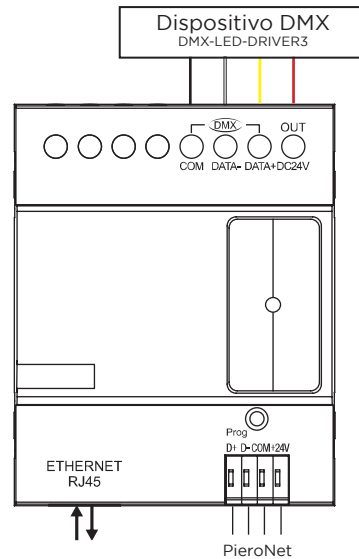

Figura 5. Conexión Eléctrica - Ejemplo
- DMX OUT** - Tiene 4 terminales de salida que sirven para interconectar más drivers DMX-LED-DRIVER3 en la red de bus (Data +, Data-, COM y +24V DC), como se muestra en la figura 5;